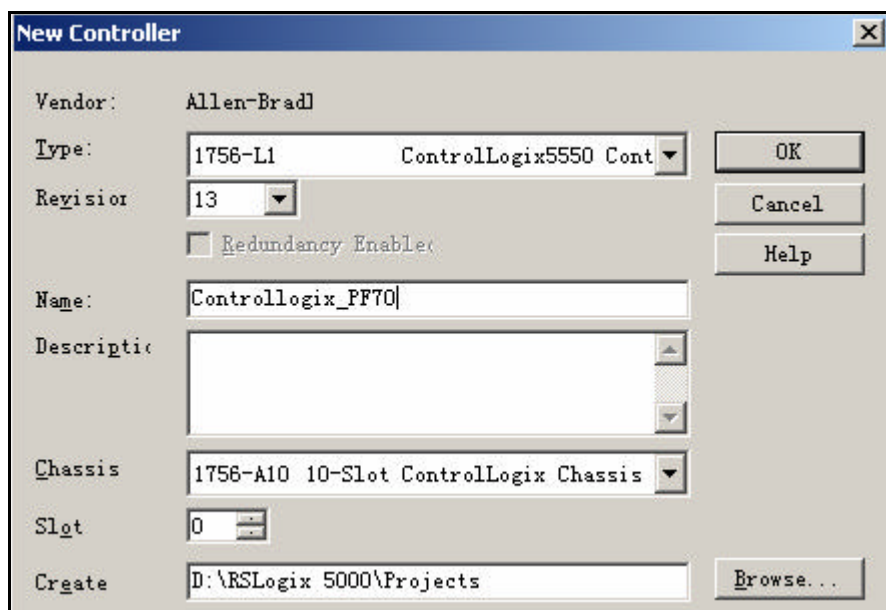

图 4-54 新建控制器项目
5. 选择 *File->New* 或单击  按钮，创建一个新的项目。并在弹出的新建控制器项目对话框中设置如图 4-54 所示的参数。